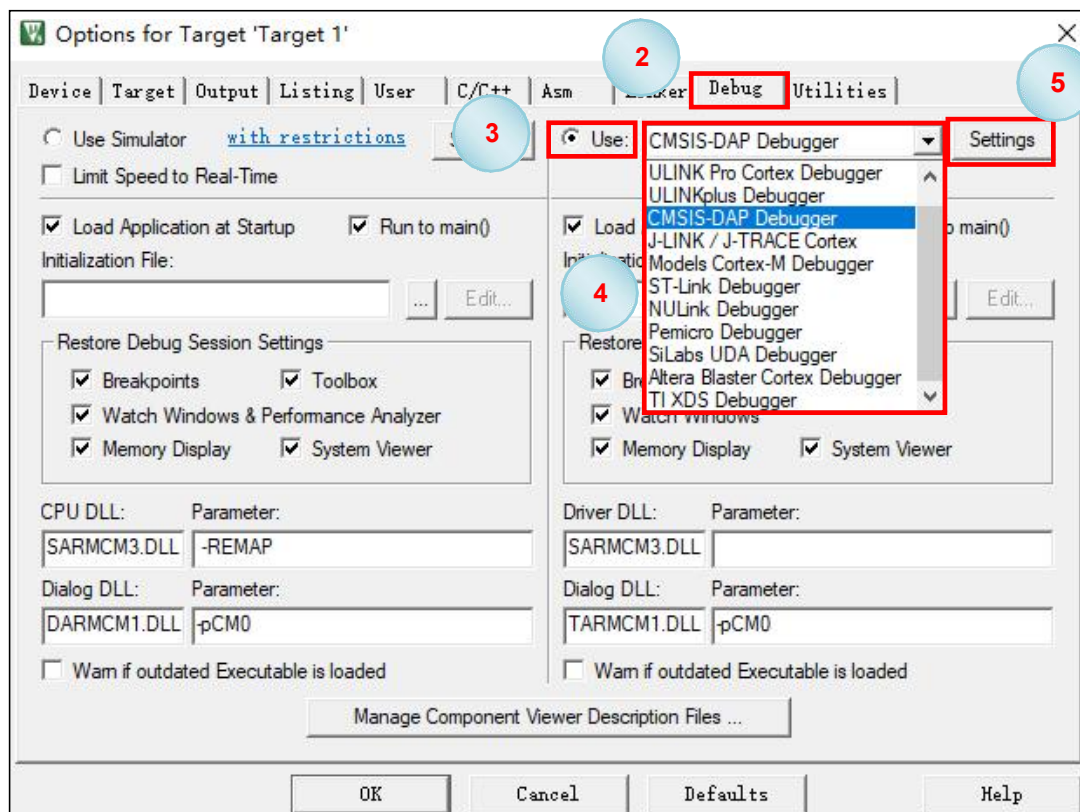

图 5-2 选择和配置 FMD CMSIS-DAP
- 6、选择 FMD CMSIS-DAP Debugger 并点击 Settings 按钮（图 5-2 中步骤 2、3、4、5）。